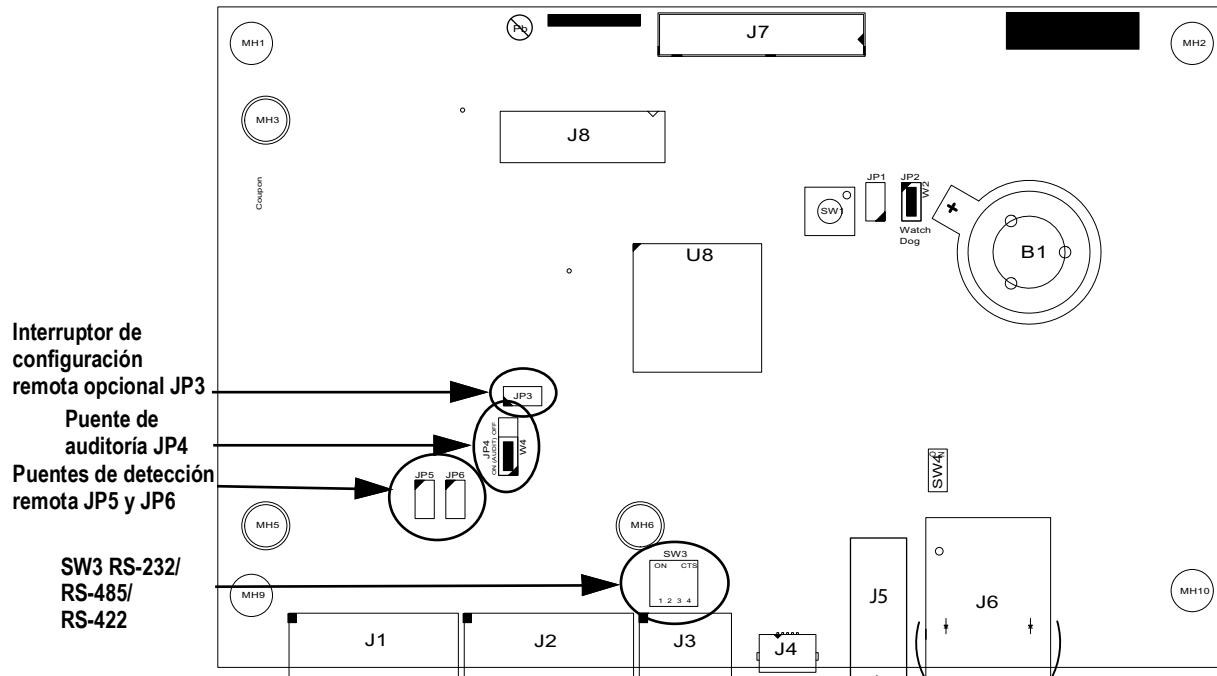

Figura 2-24. Placa de la CPU del 880
**NOTA:** Para la instalación de 4 cables, deje los puentes JP5 y JP6 encendidos, consulte la Figura 2-24 en la página 36.